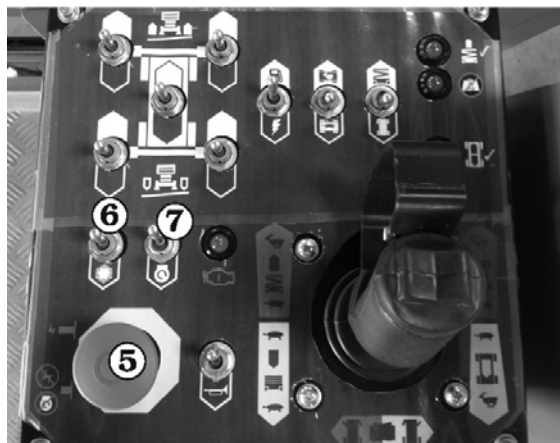

Fig. 11.20
7. Drag ut nödstopsbrytaren ⑤ (TILL) (se Fig. 11.20).
8. Om motorn är kall, tryck ned och håll kvar **Chokebrytaren** ⑥ (se Fig. 11.20) då nästa steg utförs.
9. Aktivera och håll kvar startbrytaren ⑦ nedåt tills motorn startar eller under max 20 sekunder, vilket som först inträffar. Då motorn startat, släpp både startbrytaren ⑦ och chokebrytaren ⑥ (se Fig. 11.20).